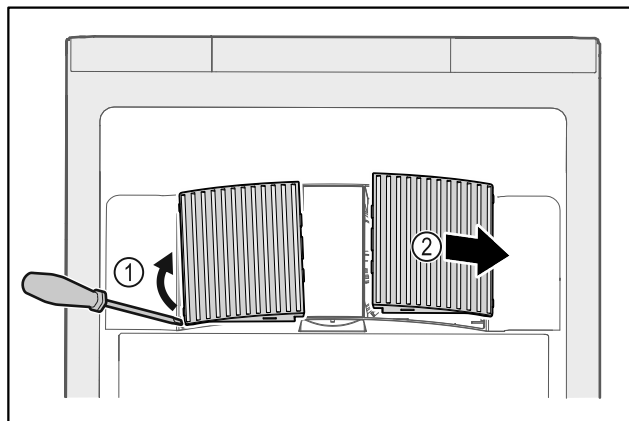

Fig. 47
- Estrarre con cautela i coperchi delle ventole dai lati Fig. 47 (1) e rimuoverli in avanti Fig. 47 (2).